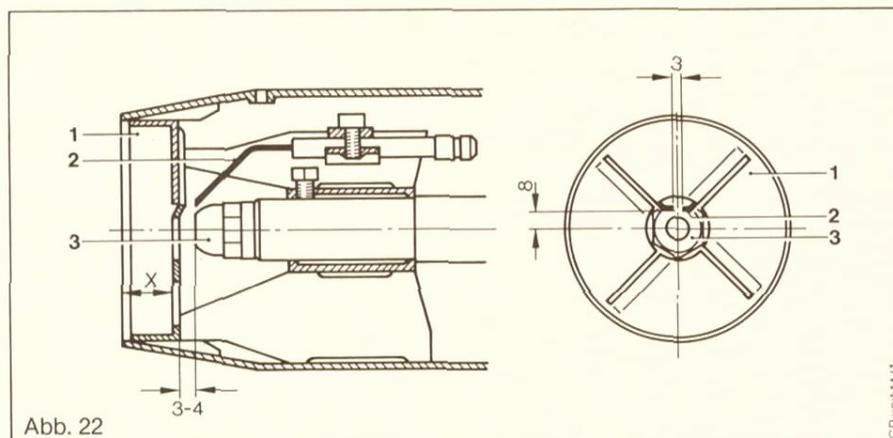

Abb. 22
Legende zu Abb. 22
Die Spitzen der Zündelektroden (2) dürfen nicht über die Vorderkante der Brennerdüse (3) hinausragen. Die in Abb. 22 angegebenen Abstände zur Brennerdüse (3), zur Stauscheibe (1) und zueinander sind genau einzuhalten.
Zur Beachtung: Mischeinrichtung mit Zündelektroden (2) beim Einbauen nicht verdrehen. Aus Gründen der Funktionssicherheit die in Abb. 22 dargestellte Stellung beibehalten!